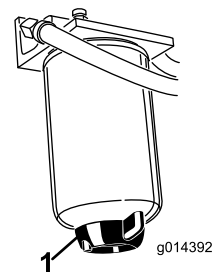

Figura 39
Drene el agua y otros contaminantes del separador de agua (Figura 39) a diario. Cambie el cartucho del filtro después de cada 400 horas de operación.
- Afloje el tapón de vaciado en la parte inferior del cartucho del filtro (Figura 39).